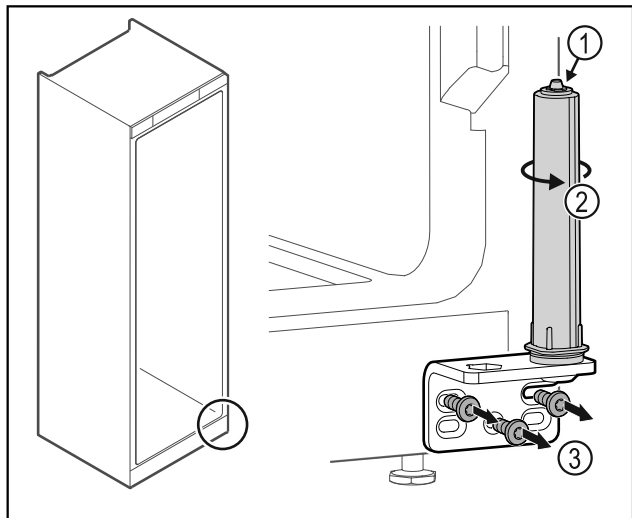

Fig. 31
- ▶ Ne szedje szét az ajtó zárrendszert Fig. 31 (1).
- ▶ Forgassa el a zárrendszert Fig. 31 (2), amíg az be nem kattann.
- ▶ Csavarozza le a csuklópántot Fig. 31 (3).